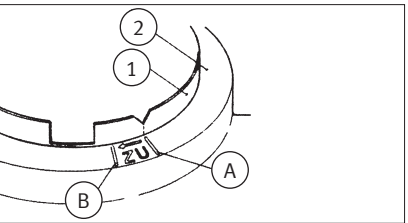

Abb. 9/ Fig. 9/ Puc. 9/图9
– **Audi four / five-cylinder with front-wheel drive**, Fig. 9:
- **Audi eight-cylinder engine code AHK**, Figs. 9 or 10:
– **Audi 4 cylindres / 5 cylindres avec traction avant**, fig. 9 :
- **Audi 6 cylindres code moteur AHK**, figs. 9 ou 10 :
- Audi 4-цил. / 5-цил. с передним приводом,** рис. 9: